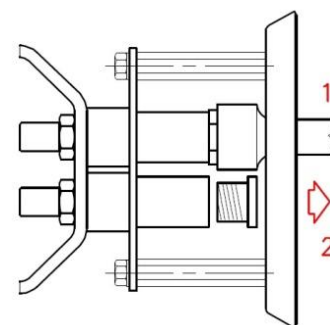

Fig. 11 Montering av munstycke
På denna installationspunkt, är brännaren fortfarande inte kopplad till brännarröret. Det är därmed möjligt att montera munstycket med en 16 mm röryckel (pos. 1, Fig. 11) genom öppningen på skivan som stabiliserar flaman efter att plastpluggarna (pos. 2, Fig. 11) är borttagna.